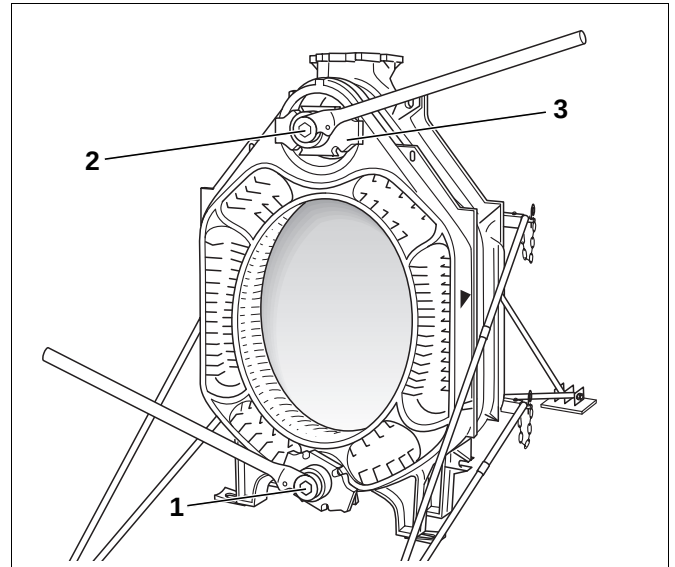

Abb. 19 Kesselpresswerkzeug verwenden
Kesselpresswerkzeug der Größe 2.2 oder 2.3 verwenden (Abb. 4, Seite 13 bzw. Abb. 5, Seite 13 und Abb. 19, **Pos. 1** und **2**).
- Druckflansche (Abb. 19, **Pos. 3**) mit Spannmutter auf die Zugstangen (Abb. 4, Seite 13 bzw. Abb. 5, Seite 13, **Pos. 4**) aufschieben.